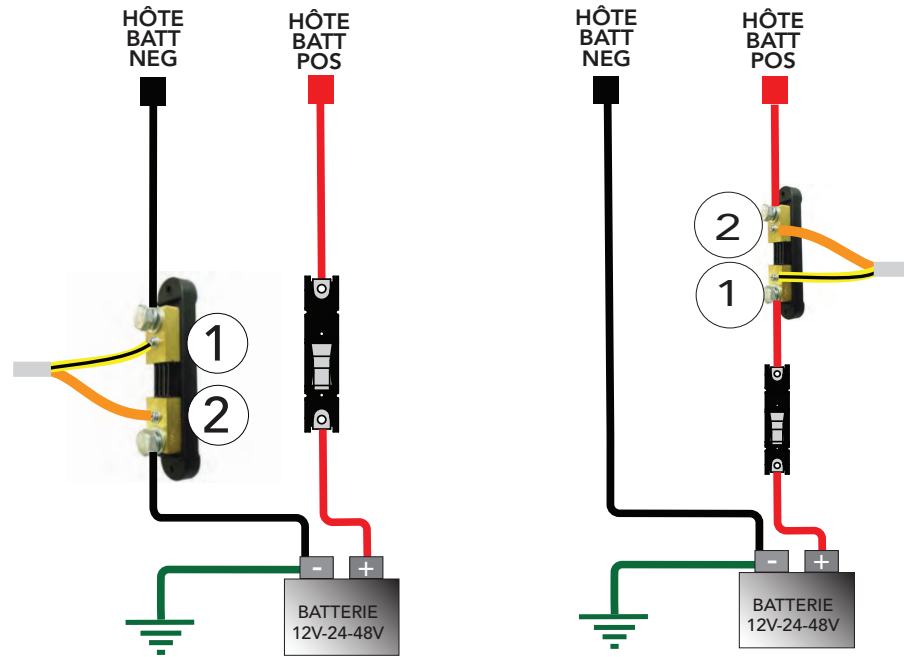
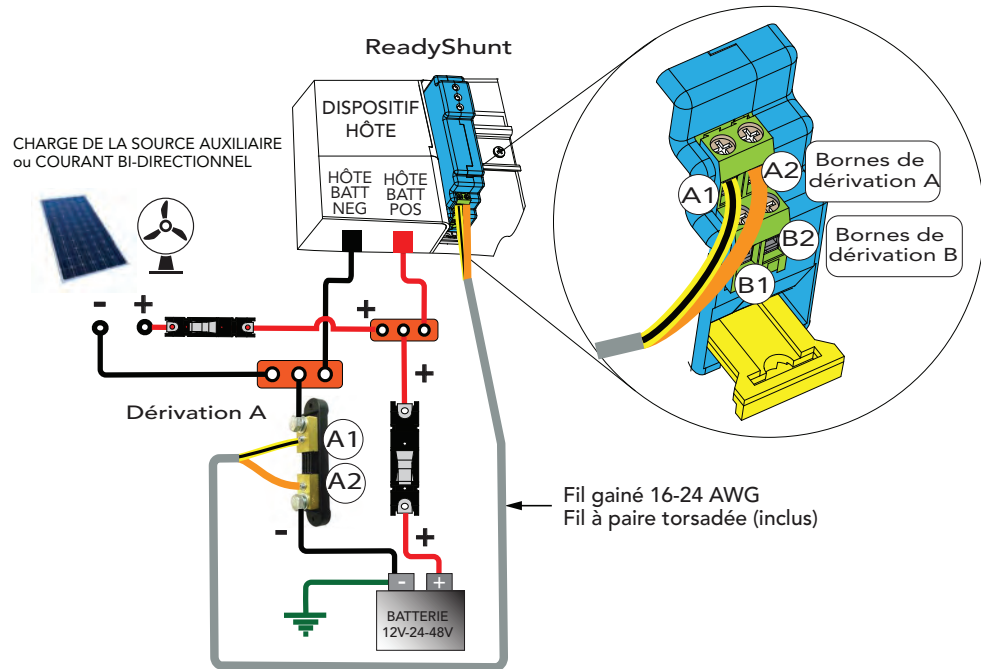

Figure 5-1. Dérivation de la patte négative Figure 5-2. Dérivation de la patte positive 15
Figure 5-3. Exemple de câblage du courant net de batterie du Shunt Block
Étape 2 Installez le(s) dérivation(s) sur le(s) circuit(s) à mesurer, comme indiqué dans les figures 5-1 ou 5-2, ci-dessous. Lorsque vous installez plus d'une dérivation dans un système, câblez toutes les dérivations avec la même polarité. Si vous installez la dérivation sur un conducteur non mis à la terre (voir la figure 5-2 ci-dessous), installez un fusible ou un disjoncteur pour protéger le circuit contre un court-circuit entre les bornes de la dérivation et l'équipement mis à la terre.
Étape 3(A) ou (B) Câblage de la dérivation au ReadyShunt
A. Installation de patte négative (voir figure 5-1 ci-dessous). Pour un système avec dérivation(s) à patte négative, connectez le fil à bande jaune/noire (paire torsadée) au côté charge/charge de la dérivation, puis connectez l'autre extrémité à la borne ReadyShunt de niveau A(1) ou B(1). (voir **la vue éclatée** des bornes en figures 5-3, 5-4 et 5-5).
Reportez-vous aux figures 5-3, 5-4 et 5-5 pour les schémas d'applications courantes. Les barres d'alimentation sont représentées pour plus de clarté, le câblage réel peut varier.